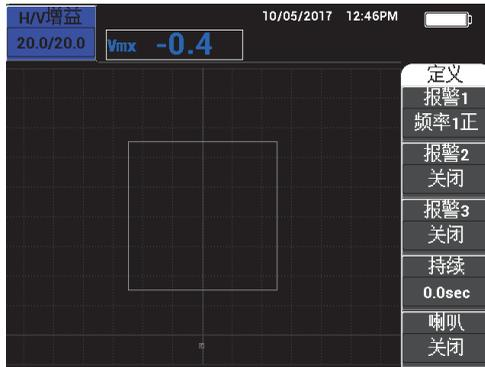

图 5-241 报警极性
- 使用旋钮选择报警的极性；选择**频率 1 正**启用一个正极性报警，选择**频率 1 负**启用一个负极性报警（参见第 281 页的图 5-241）。